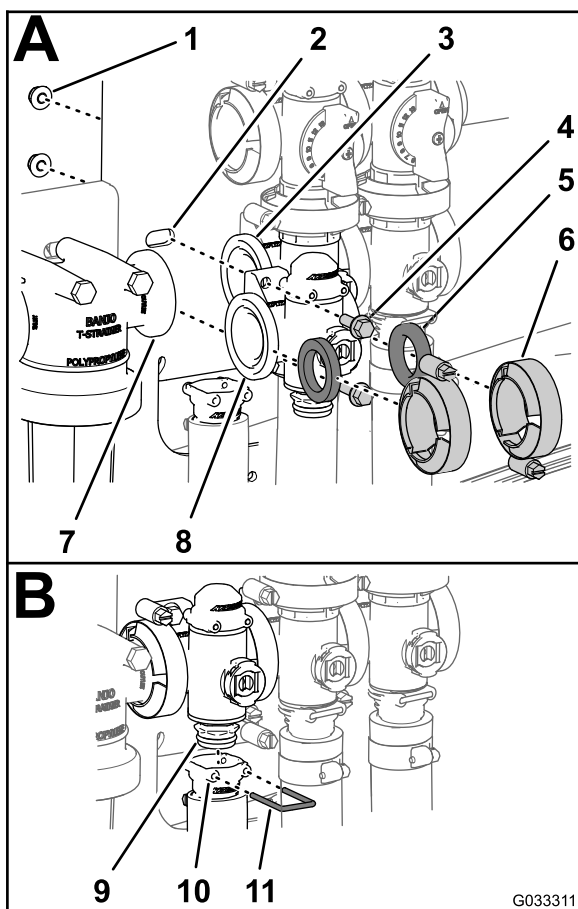

Рисунок 80
1. Установите прокладку между фланцами коллектора клапана управления нормой внесения и головкой фильтра линии нагнетания (Рисунок 80А).
фланцевого хомута, затянув его вручную (Рисунок 80А).
5. Присоедините клапан управления нормой внесения к опоре крепления при помощи 2 болтов с фланцевыми головками и 2 фланцевых контргаек (Рисунок 80А), снятых при выполнении действий, описанных в пункте 3 раздела Демонтаж коллектора клапана управления интенсивностью опрыскивания \(страница 74\), и затяните гайку и болт с моментом от 10 до 12 Н·м.
6. Установите выпускной штуцер на штуцер муфты в нижней части коллектора клапана управления нормой внесения (Рисунок 80В).
7. Прикрепите выпускной штуцер к штуцеру муфты, вставив держатель в гнездо выпускного штуцера (Рисунок 80В).
2. Смонтируйте коллектор клапана управления нормой внесения, прокладку и головку фильтра линии нагнетания с помощью фланцевого хомута, затянув его от руки (Рисунок 80А).
3. Установите прокладку между фланцами клапана управления нормой внесения и коллектором клапана перемешивания (Рисунок 80А).